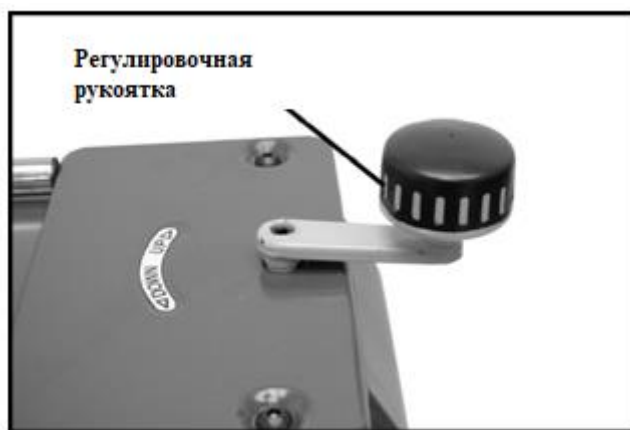

Рис. 5 Регулировочная рукоятка
6.5.1 Выровняйте плоскую часть регулировочной рукоятки с плоской стороной, и установите её сверху на ходовом винте как показано на Рис. 5.
Толщина обрабатываемой заготовки задается расстоянием, установленным между строгальными ножами и рабочим столом, которое регулируется рукояткой (Рис. 5).